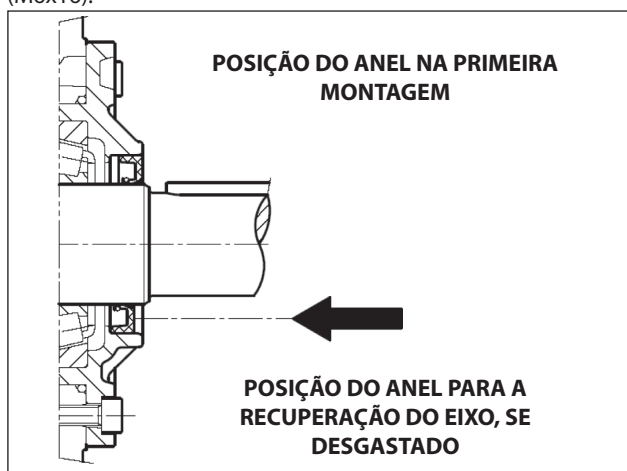

Fig. 7
Se for necessário substituir, posicione o novo anel usando a ferramenta (cód. 27904500) conforme indicado na Fig. 7.
**Se o eixo da bomba apresenta um desgaste no diâmetro na área de contato com a borda de vedação, a fim de evitar a operação de correção, é possível reposicionar o anel em contato com a cobertura, conforme indicado na Fig. 7.**